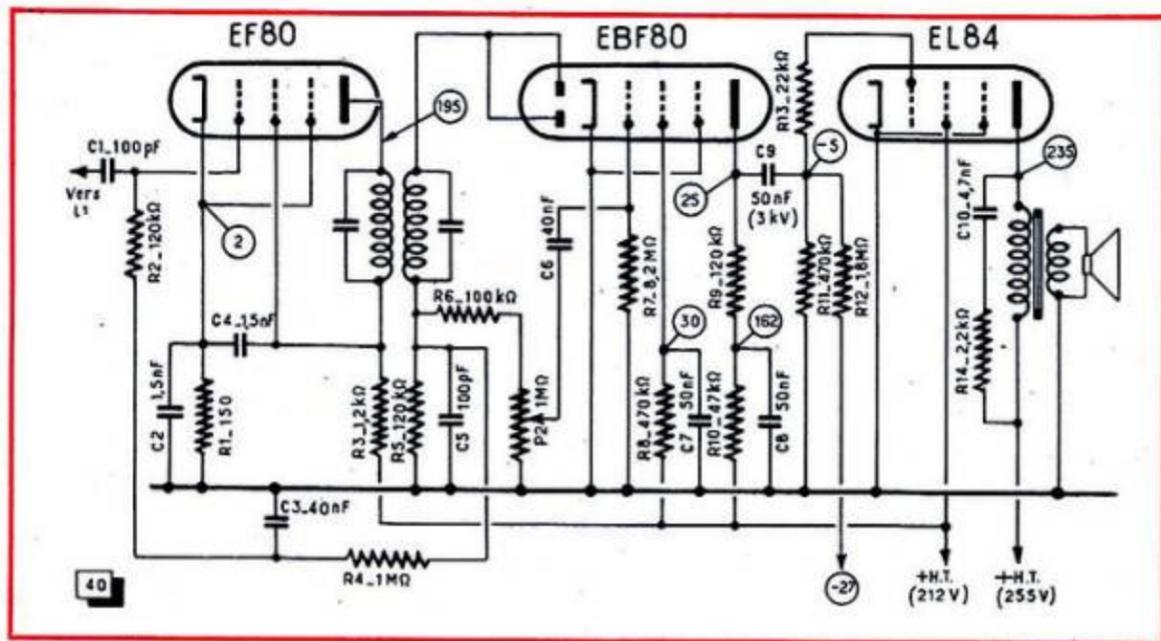
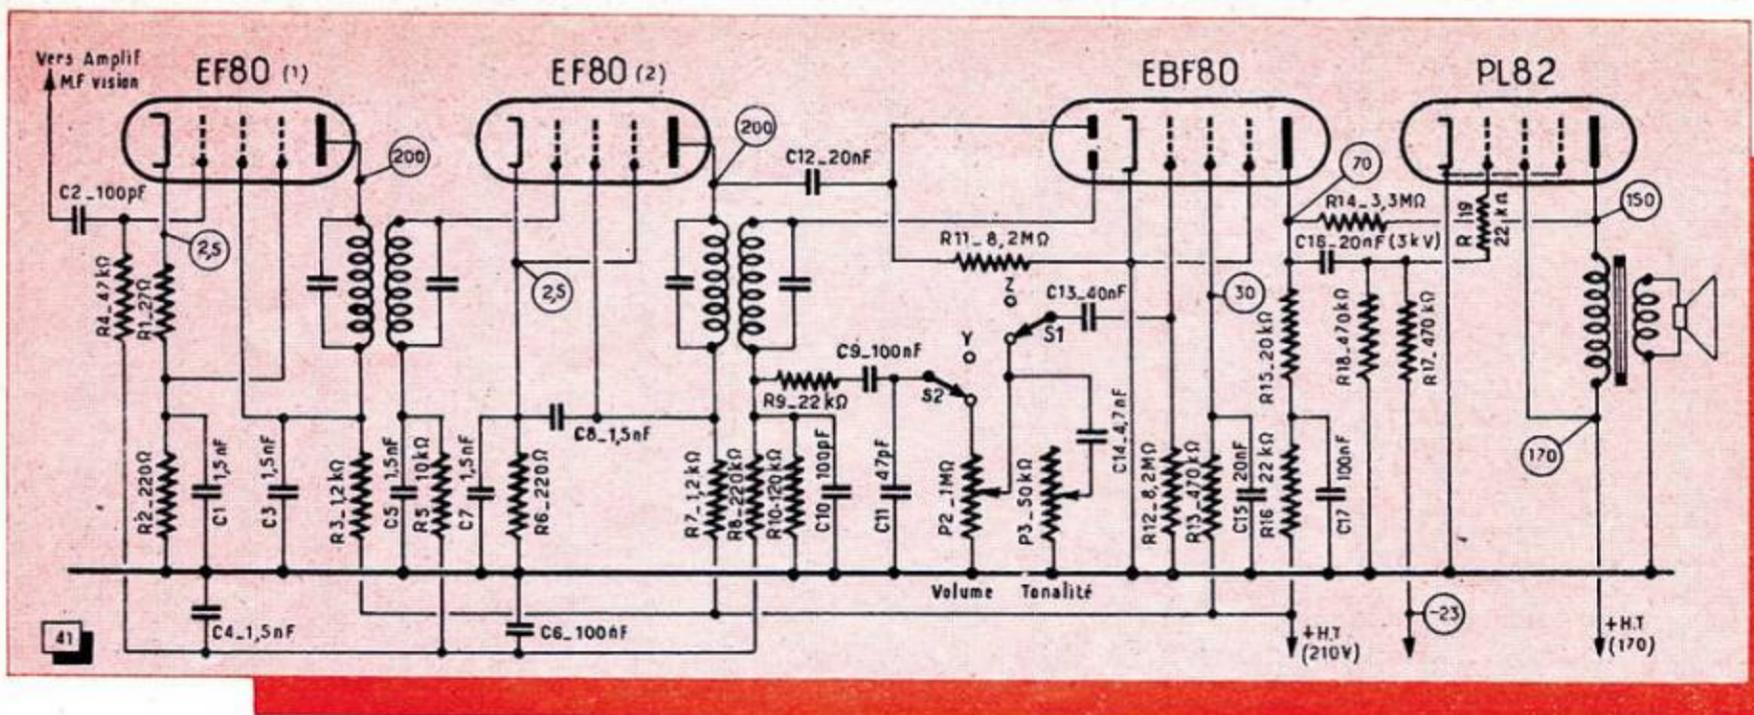

Fig. 40. — Schéma du récepteur son des téléviseurs SF256 et SF2256.
Fig. 41. — Schéma du récepteur son des téléviseurs SF1356 et SF2356.
Dans les téléviseurs à sensibilité réduite, tels que SF256 et SF2256, le récepteur son est également simplifié. Le schéma de la figure 40 nous montre que l'amplificateur M.F. son se réduit à un seul étage, la grille de la EF80 étant attaquée, à travers C1, à partir du réjecteur L1 placé dans la cathode de la première amplificatrice M.F. vision (fig. 5, « Télévision » n° 76). Nous avons ensuite la détection et la préamplification B.F. par une EBF80 et l'amplification finale par EL84. On notera que la lampe finale est polarisée à partir du système représenté dans la figure 29 (« Télévision », n° 76), le diviseur de tension R11-R12 réduisant la tension de -27 V à la valeur nécessaire de -5 V environ. L'amplificatrice M.F. (EF80) est soumise à l'action d'une C.A.V. non retardée.
Dans les téléviseurs SF1356 et SF2356 le récepteur son est beaucoup plus développé, comme le montre le schéma de la figure 41. Il comporte deux étages d'amplification M.F., une commande de tonalité (par P3) et une contre-réaction B.F. en tension (R14). Une C.A.V. non retardée agit sur les deux étages M.F., la première amplificatrice, EF80 (1) comportant, dans son circuit de cathode, une résistance non shuntée (R1) destinée à réduire les variations de la capacité d'entrée dues à l'action de la C.A.V.
Les commutateurs S1 et S2 que l'on voit sur le schéma de la figure 41 permettent de renvoyer la liaison B.F. (détection-grille EBF80) vers le dispositif de commande à distance. La lampe finale est également polarisée ici à l'aide d'une tension négative appliquée à la grille et ramenée à la valeur nécessaire par le diviseur de tension R17-R18 (voir fig. 30, « Télévision » n° 76).
Il n'y a rien de spécial à dire concernant le réglage des circuits M.F., car cette question a déjà été abordée lorsque nous avons parlé du réglage des réjecteurs son et des circuits M.F. vision (voir « Télévision » n° 76, p. 214 et 215). Signalons simplement qu'aussi bien pour le transformateur S2 (fig. 40) que pour les transformateurs NS10 (fig. 41) le noyau correspondant au primaire se trouve sur le dessus, et celui correspondant au secondaire du côté des cosses.
remplacement d'une lampe EF80. Dans tous les cas, on s'abstiendra d'effectuer ce remplacement sans nécessité, ou d'invertir les lampes (dans le cas de la figure 41).